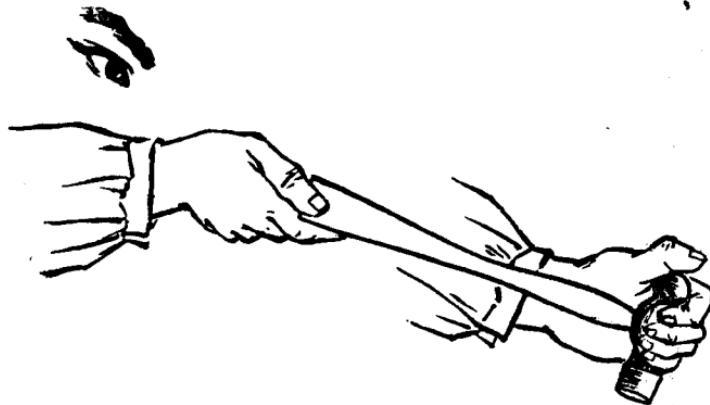

图 7
- (2) 检查材料的弯曲情况(如图 7 所示,用眼吊线)。
- (3) 按所需长度再放长 20~30 毫米, 锯下。
- (4) 根据弯曲情况做出“柄脖”, 比锤孔长出 5~10 毫米。“柄脖”与“柄肩”过渡处要按锤头喇叭口圆滑过渡, 不准有清角和伤痕。
- (5) 安装锤头时, 要先清除锤头孔内的毛刺, 发现孔内有二台时要顺台打入, 要打紧, 并不准“柄脖”顶出毛刺。如果有大量木刺被顶出, 要打下锤头, 重新修整“柄脖”。
- (6) 按上锤头后, 用眼吊线检查锤头与锤把垂直情况。
- (7) 打入铁楔。
- (8) 根据锤头和锤把垂直情况, 做出锤把的全部。在制作过程中要不断用眼吊线进行检查。